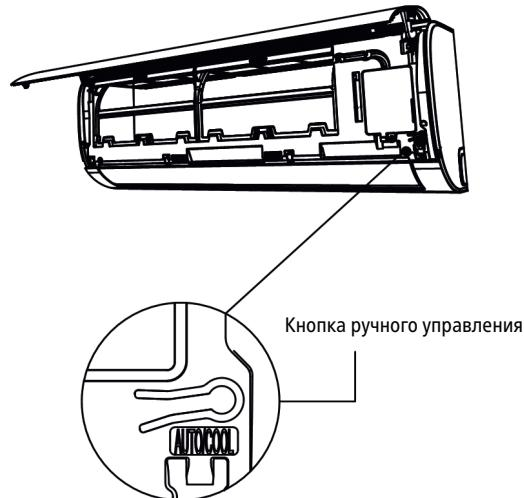

Рис. 8.1
2. Кнопка **MANUAL CONTROL** [Ручное управление] расположена с правой стороны блока. Чтобы перейти в режим COOL нажмите кнопку 2 раза (см. **рис. 8.1**).